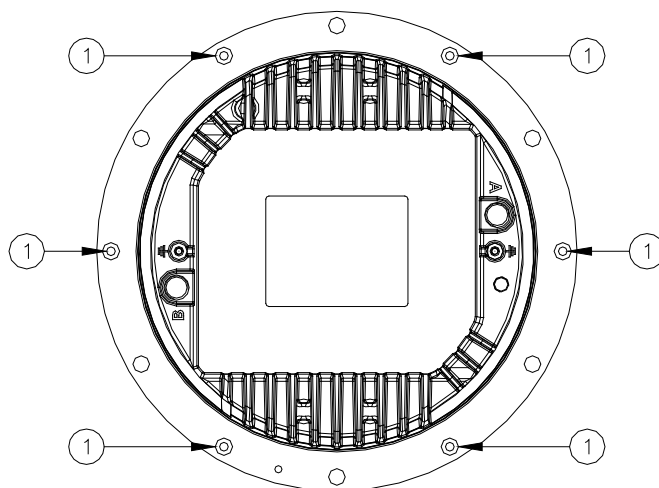

Figura 16 – Viti di fissaggio del coperchio inferiore
- Separare il coperchio inferiore dalla calotta svitando le sei viti di bloccaggio TSP TORX M5x10 (Figura 16- n°1).
- sei viti di bloccaggio TSP TORX M5x10 (Figura 16- n°1);
Verificare il corretto posizionamento delle guarnizioni O-Ring tra calotta e coperchio inferiore (Figura 18– n°2 e 3); montare il coperchio inferiore nella calotta e chiuderla con le sei viti TSP TORX M5x10 (Figura 16- n°1). Uno strato di adesivo anaerobico frenafilletti medio (per esempio LOXEAL 24-18) può essere applicato alle viti prima dell'installazione; coppia di serraggio 2,5 Nm.